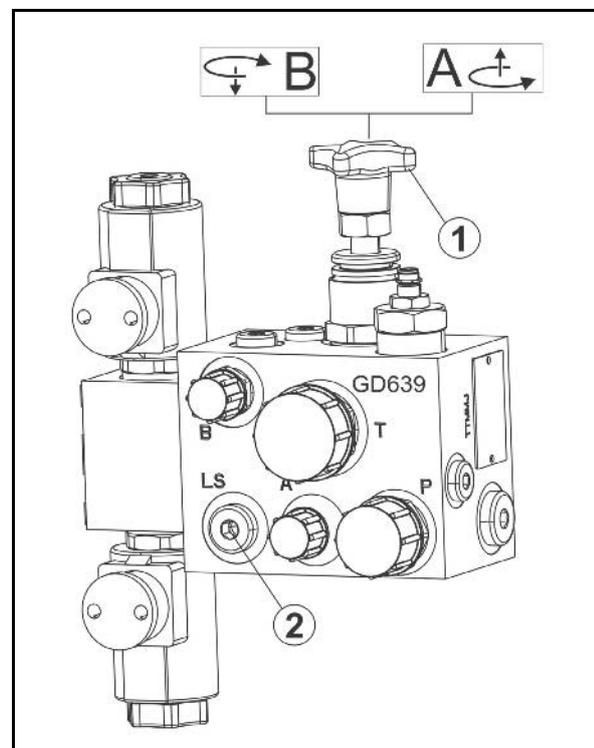

Fig. 104
1. Befestigen Sie den Magneten (Fig. 104/1) mit der Schlauchschelle (Fig. 104/2) an der Kardanwelle.
2. Befestigen Sie den Sensor (Fig. 104/3) mittels Universalhalter (Fig. 104/4) gegenüber vom Magnet am Fahrzeugrahmen.